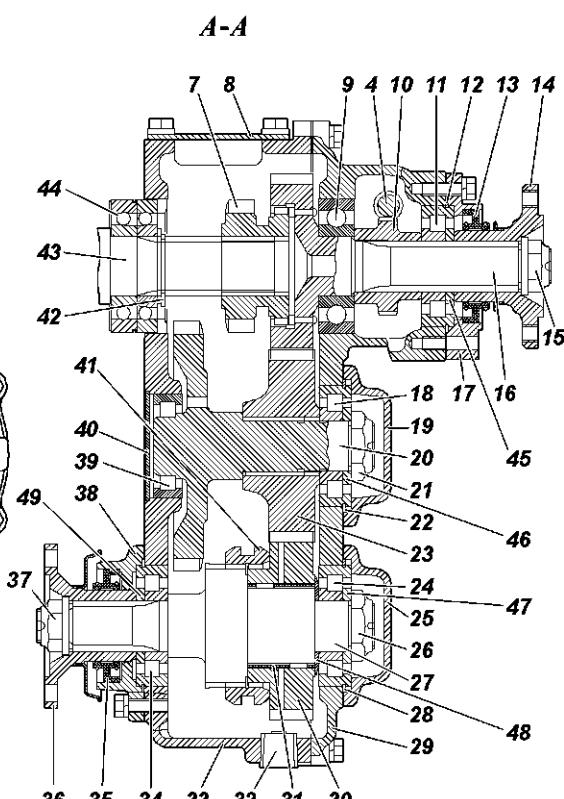

Рис. 7.1. Раздаточная коробка:
Раздаточная коробка (рис. 7.1) двухступенчатая с понижающей передачей, механическая, с одним рычагом переключения.
**Осевой зазор шестерни привода переднего моста (зазор между шестерней 30 (см. рис. 7.1) и упорной шайбой 48):**